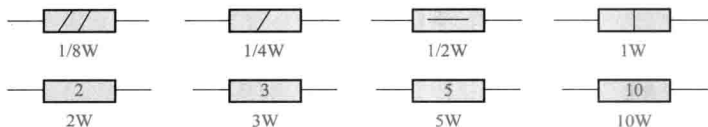

图 1-2 电阻器额定功率的符号表示
(3) 额定功率。额定功率是指电阻器在产品标准规定的大气压和额定温度下,电阻器长时间安全工作所允许消耗的最大功率。一般常用的有 1/8W、1/4W、1/2W、1W、2W、5W 等多种规格。在使用过程中,电阻器的实际消耗功率不能超过其额定功率,否则会造成电阻器过热而烧坏。在电路图中,电阻器额定功率采用不同的符号表示,如图 1-2 所示。